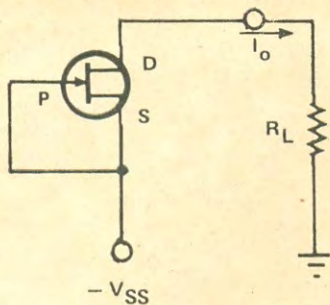

FIG. 11 — Circuito de um gerador de corrente constante que utiliza um T.E.C.
O circuito que utilizaremos para o nosso gerador de corrente está na Fig. 11. Nele se vê que a porta (P) está ligada ao supridouro (S), sendo a carga ligada entre o dreno (D) e a massa. Com esta montagem, tomando-se o cuidado de fazer com que a tensão  $V_{DS}$ , entre o supridouro e o dreno, seja maior que o valor da tensão de corte ("pinch off")  $V_p$ , o T.E.C. operará em sua região de corrente constante, e assim, grandes variações na tensão  $V_{DS}$  terão pouco, ou nenhum, efeito na corrente de dreno, que será a corrente de saída. Conclui-se, assim, que tanto a carga como  $V_{DS}$  poderão variar bastante, mas que ainda manteremos a corrente de saída constante.
FIG. 12 — Quando se deseja uma corrente de saída com valor diferente de  $I_{DSS}$ , no circuito da Fig. 11, emprega-se um resistor entre o supridouro do T.E.C. e a fonte  $V_{SS}$ .